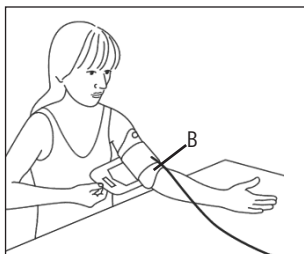

Fig. 2
- La abertura B (véase Fig. 2) en el manguito, frente a la anilla de agarre, debería quedar en la flexura del codo. El tubo de aire deberá estar centrado sobre la cara interior del codo en dirección a la mano.